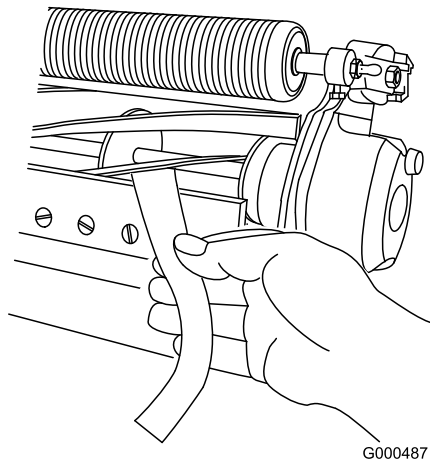

図 11
11. 切れ味確認用のペーパートロのパーツ番号 125-5610を一枚、リールと下刃との間に、下刃に対して直角になるように差し入れて、カッティングユニットの切れ味をテストする **図 11**。ゆっくりとリールを回転させるこれで紙が切れれば合格である。